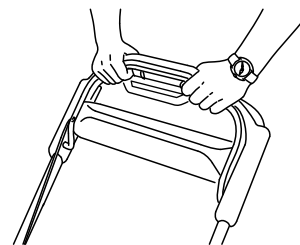

Figuur 20
1. Trek de vergrendeling van de mesbedieningsstang achteruit naar de mesbedieningsstang (Figuur 20).
2. Trek **langzaam** de mesbedieningsstang achteruit naar de handgreep (Figuur 20).